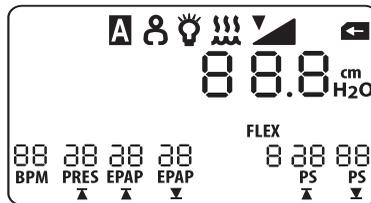

Figure 6-5 Écran de monitoring
2. Appuyez sur le bouton  pour mettre l'appareil en marche (et activer la circulation d'air). L'écran de monitoring, illustré à la figure 6-5, s'affiche à son tour :